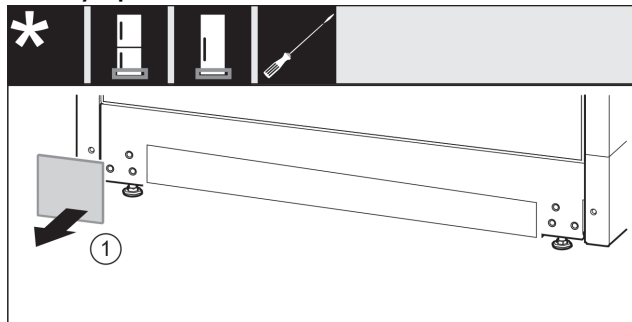

Fig. 45
- ▶ Снимите крышку Fig. 45 (1).